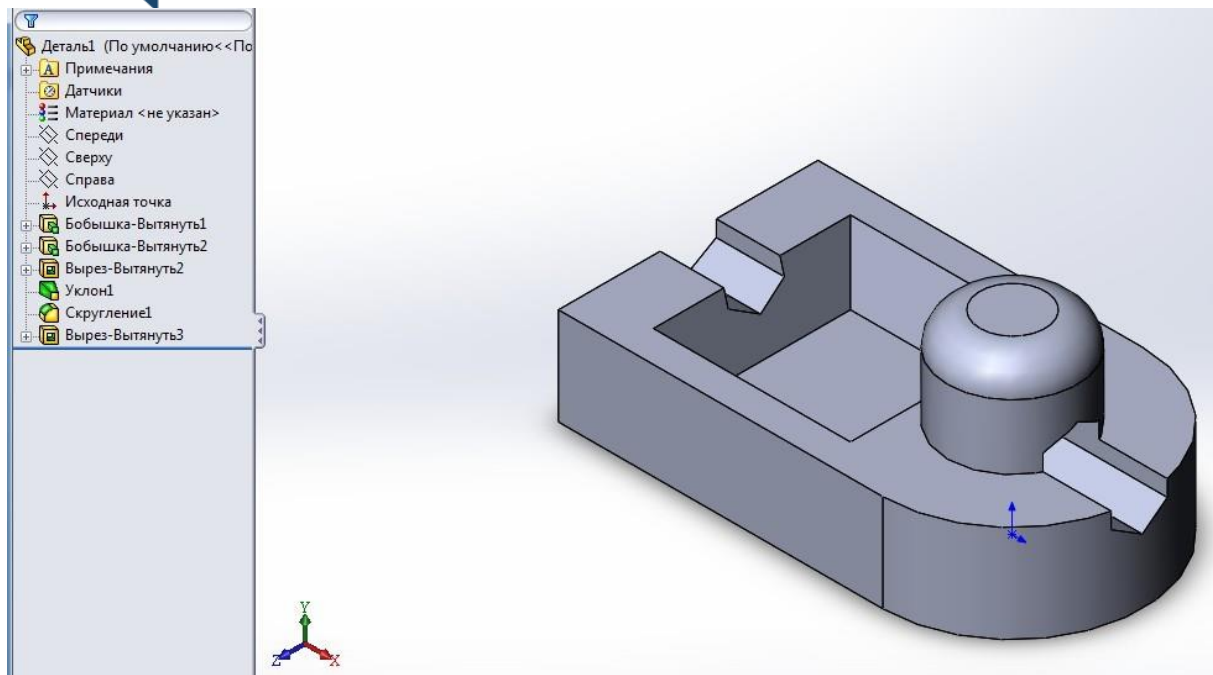

Рисунок 1.29 - Результат створення деталі
8.8. Активувати функцію "Витягнутий виріз" і встановити значення 150 мм у напрямку всередину деталі. Результат описаних дій наведено на рис. 1.29.